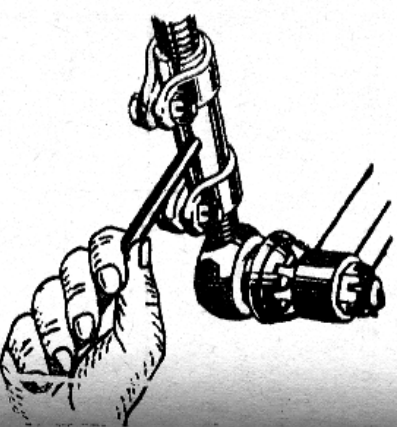

Рис. 57. Регулировка схода колес.
- 2) вставьте бородок в отверстие регулировочной трубки и поверните ее до получения схода 1,5—3,0 мм (рис. 57);
- 3) после окончания регулировки и поверните хомуты в положение, указанное на рис. 57, затяните винтовые болты хомутов и зашплинтуйте.